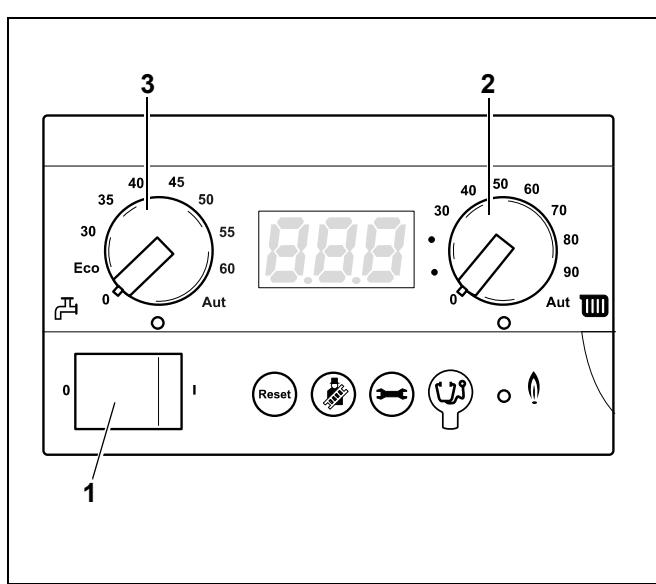

Рис. 17 Главный регулятор BC10
- Снова проверить давление в установке на аналоговом манометре или на дисплее регулятора BC10 (рис. 17). Если давление ниже 1,0 бар, то вышеописанную процедуру заполнения водой и удаления воздуха необходимо повторять до достижения необходимого давления и удаления всего воздуха из отопительной установки.
- Повернуть обе ручки управления на главном регуляторе BC10 (рис. 17, **поз. 2 und поз. 3**) в нужное положение (см. главу 4.2.1 и 4.2.2, стр. 13).
- Включить пусковой выключатель (рис. 17, **поз. 1**) на BC10 (позиция "1").
- При помощи ручки управления максимальной температурой котловой воды (рис. 17, **поз. 2**) установить нужную температуру в соответствии с таблицей 1.